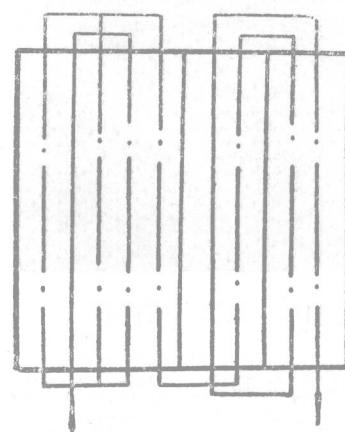

图8 内翻耕作法
②内翻耕作法（图8）：从第一个小区中线左侧下犁，沿直线前进，到地头起犁调头，再沿这条中线另一侧进行。这种耕作结果是中间成闭垄，两侧形成开垄。